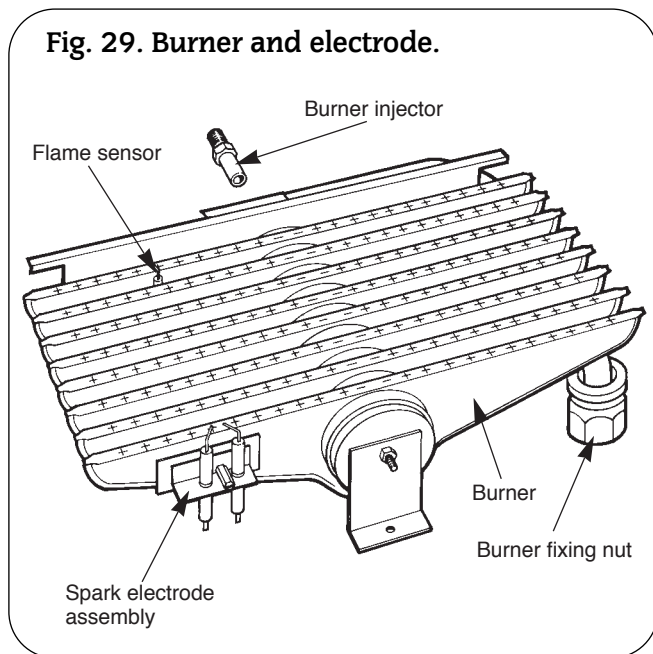

Fig. 29. Burner and electrode.
9. Burner Injector. See Fig. 29.
10. Spark Electrode Assembly. See Fig. 29.
11. Flame Sensor. See Fig. 29.